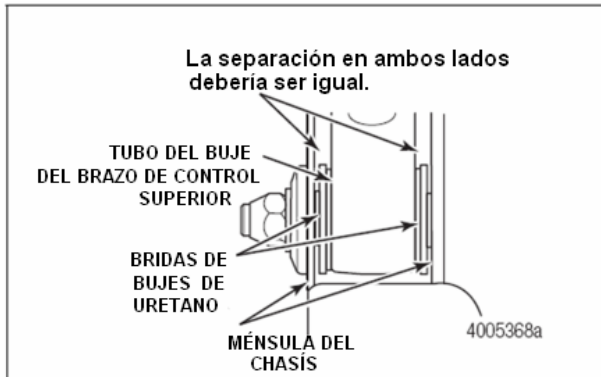

Figura 9.9
- A. Las bridas del manguito están intactas en ambos costados del tubo de buje y todo está centrado dentro de la ménsula de chasis ó el asiento de eje, lo cual es la posición correcta para el brazo de control superior y el buje. Figura 9.9.